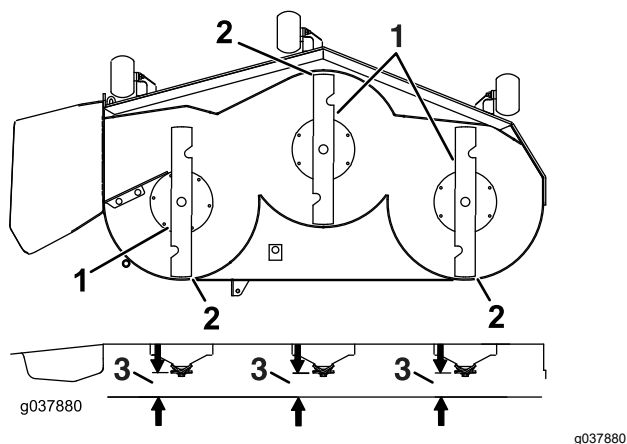

Figura 87
7. Compruebe la inclinación longitudinal de las cuchillas (Figura 87). Asegúrese de que la punta de la cuchilla delantera está más baja que la punta de la cuchilla trasera, según se muestra en la tabla *Altura de los bloques e inclinación*. Si es necesario un ajuste, siga con este procedimiento.